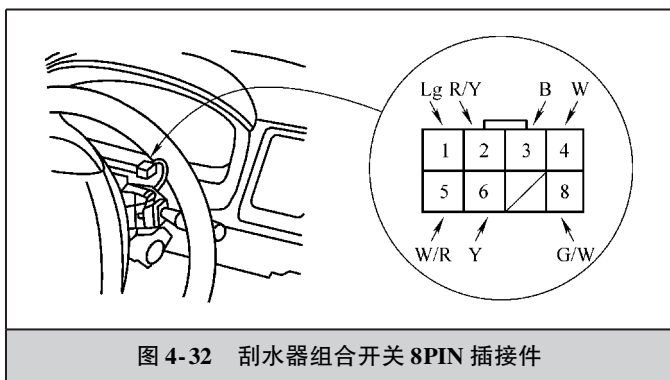

图 4-32 刮水器组合开关 8PIN 插接件
7) 刮水器组合开关检查。刮水器组合开关 8PIN 插接件 X224 如图 4-32 所示。断开点火开关，拔下该插头，检查插接件和端子座连接情况，未发现端子有弯曲、松脱或腐蚀现象。